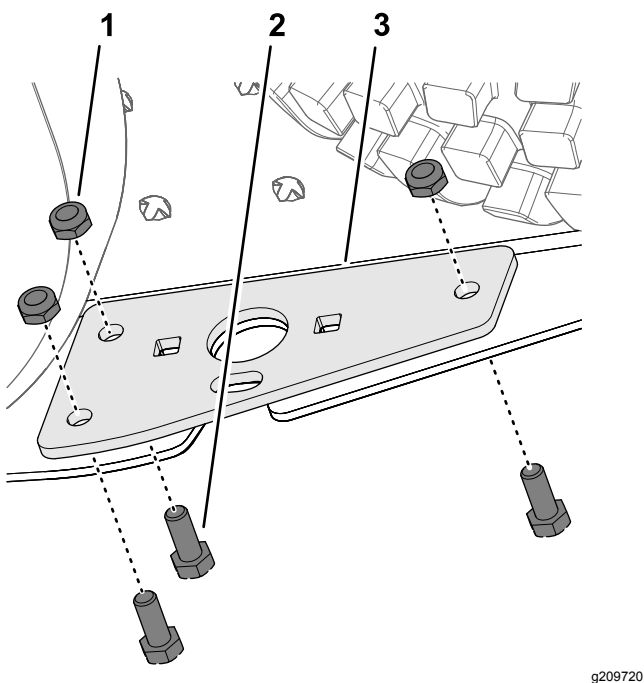

Figura 9
6. Monte el soporte de giro en el reposapiés (Figura 9) con 3 pernos de cabeza hexagonal (5/16" x 3/4") y 3 contratuercas (5/16").